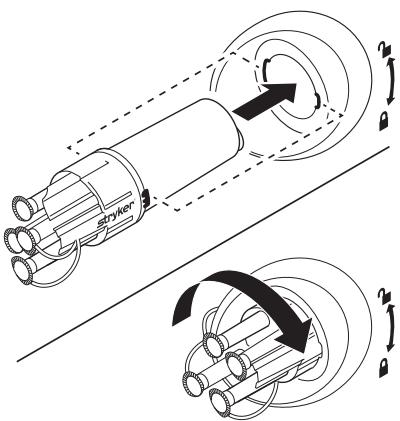

Abbildung 3 Sammelrohr installieren und verriegeln
- Das Sammelrohr mit seinen Halteungen auf den entsprechend geformten Anschluss am gewünschten Behälter des mobilen Absauggeräts ausrichten und eindrücken (Abbildung 3).